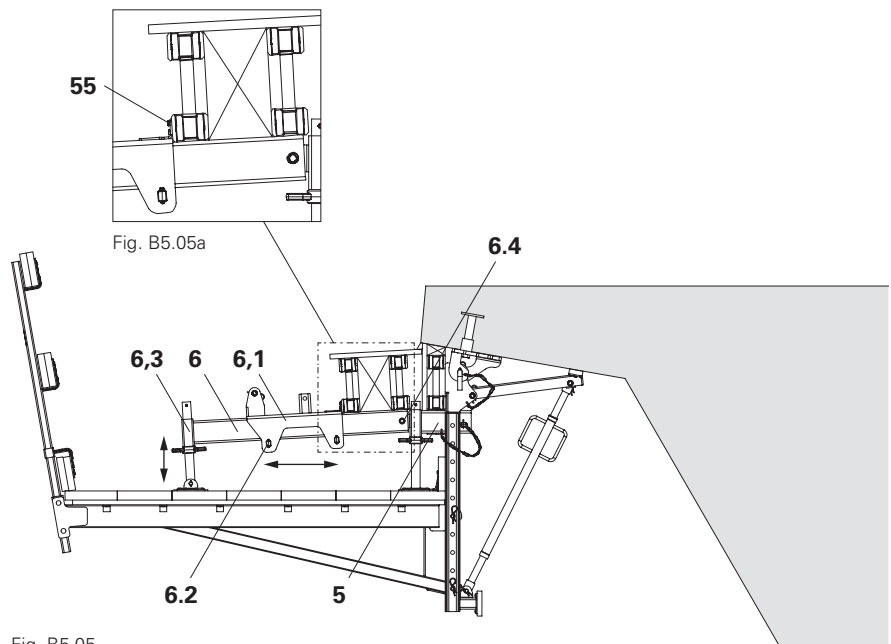

Fig. B5.05
1. Fissare la trave per cassaforma VGK (6) con perni (6.4) sull'attacco cassaforma-2 VGK (5).
3. Fissare la cassaforma di fondo alla slitta di guida (6.1) con 2x viti per legno 6x60 SK-TX30 HPI (55) per lato.
5. Bloccare i due cunei (6.2) sulla slitta di guida (6.1) battendoli con una maza (5 kg). (Fig. B5.05 + Fig. B5.05a)